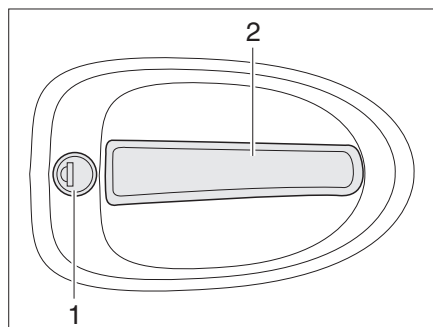

Bild 44 Türschloss Eingangstür, außen
- Schlüssel in Schließzylinder (Bild 44,1) stecken und drehen, bis das Türschloss entriegelt ist.
- Am Türgriff (Bild 44,2) ziehen. Die Tür ist geöffnet.
- Schlüssel in Schließzylinder (Bild 44,1) stecken und drehen, bis das Türschloss verriegelt ist.